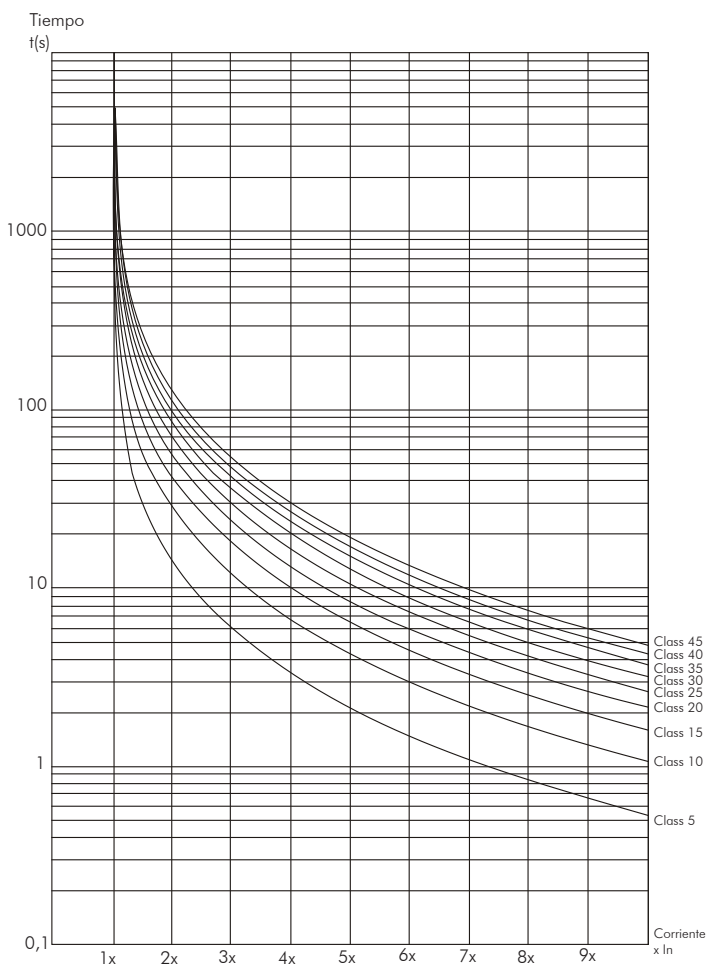

Figura 5.27 - Clases de disparo para protección del motor a caliente con 100 % I_n
2) En la figura 5.27 verificamos la máxima clase de disparo que soporte el motor debido al tiempo de rotor bloqueado a caliente. Para $6,6 \times I_n @ 12 \text{ s}$ adoptamos la curva más próxima abajo: Clase 40. La Clase 15 es el límite mínimo para el arranque y la Clase 40 es el límite máximo. Por lo tanto, debemos adoptar una clase de disparo entre esas dos clases conforme la cantidad de arranques por hora y el intervalo de tiempo entre el motor parado y en funcionamiento.